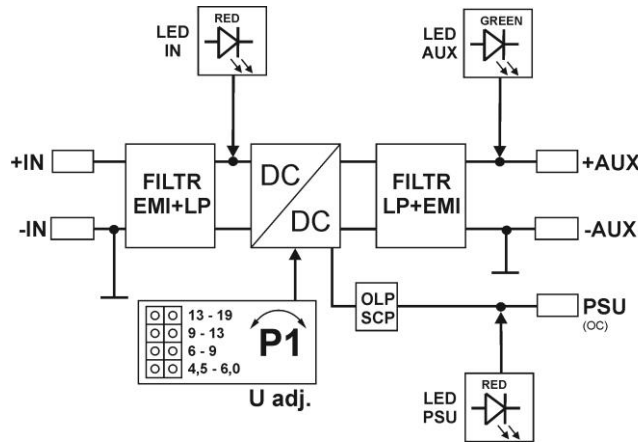

Fig.1. Esquema de bloques del módulo del convertidor.
1.1. Esquema de bloques (fig.1).